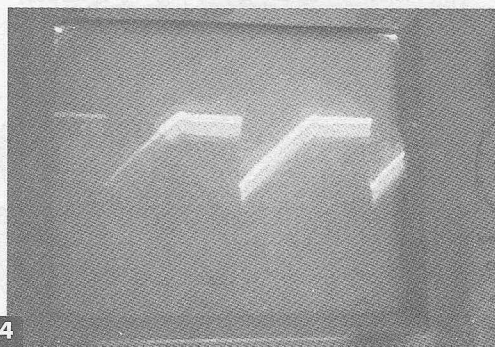
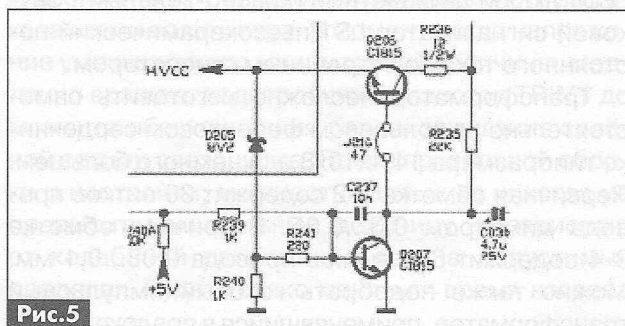

Рис.4
Рис.5
Осциллограмма кадровой «пилы» на выводе 16 (V-OUT) процессора показана на рис.4. Питающие напряжения в норме, кроме напряжения на выводе 17 (H.VCC), оно составляет 5,9 В при норме 8,2 В. Причина неисправности – увеличение сопротивления резистора R235 до 65 кОм (номинал – 22 кОм) в каскаде ключа вторичного питания H.VCC (рис.5). Это типовой дефект для телевизионного шасси M28.
Происходит кратковременный, на доли секунды, запуск строчной развертки (CP), и, как следствие, не успевает срабатывать схема гашения пятна на транзисторе Q005 (не успевает перезарядиться конденсатор C830). Схема гашения питается напряжением стабилизатора H.VCC на транзисторах Q206, Q207 (рис.5). Измерения показали скачки напряжения H.VCC в такт с «цыканием», при этом на базе транзистора Q204 напряжение не изменяется, т.е. неисправны элементы стабилизатора. Исследование всех пассивных элементов стабилизатора, замена транзисторов Q206, Q207 и стабилитрона D205 проблему не